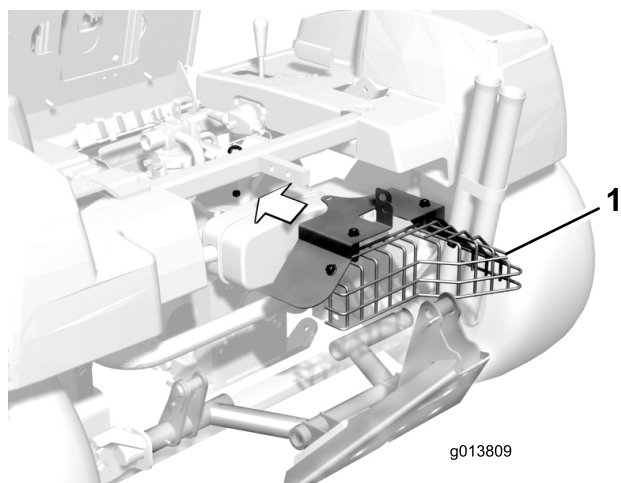

Figura 9
13. Coloque el conjunto del protector de manera que las pestañas de montaje estén en cada lado de los taladros de montaje superiores de la chapa del rodillo y el tornillo encaja en taladro trasero del protector. Monte provisionalmente el protector sobre el tornillo con la tuerca (Figura 9).